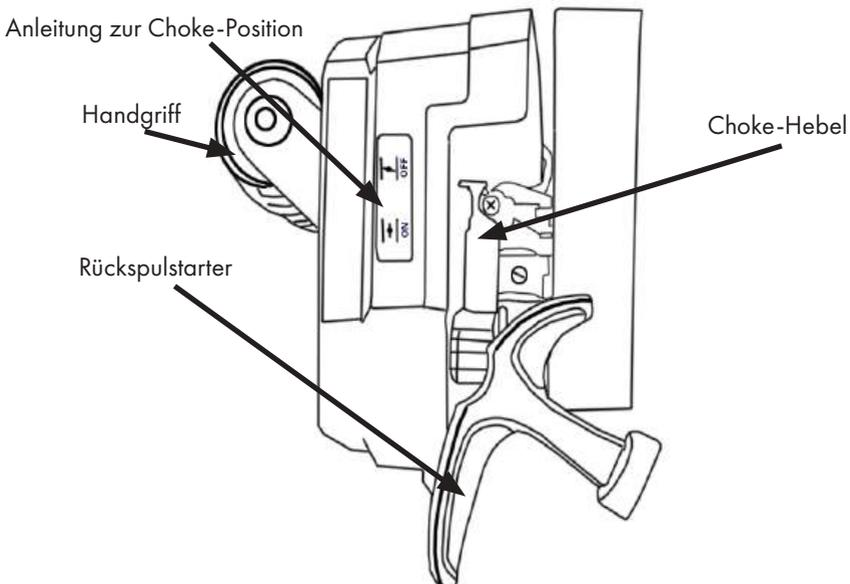

Abbildung 8
2. Bewegen Sie den Chokehebel in die geschlossene Position, um die Luft zu drosseln und den Kraftstofffluss zu erhöhen. Siehe Abbildung 8 für Informationen zur Drosselposition.